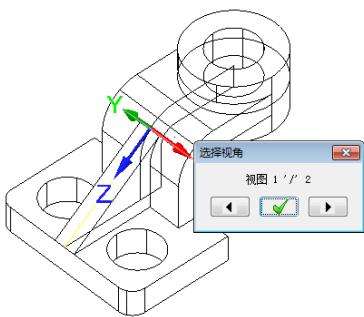
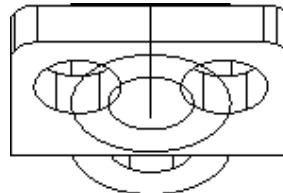

图 2-22 选择视角
图 2-23 法线面视角
① 在菜单栏中单击“视图”按钮，在弹出的下拉菜单中选择“定方位”选项，再选择法线面视角。
② 如图 2-22 所示，选择模型中的一条直线，系统弹出“新视角方向”工具栏，单击工具栏中的  按钮，系统弹出“选择视角”对话框，选择一个合适的视角，单击对话框中的“确定”按钮 ，结果如图 2-23 所示。